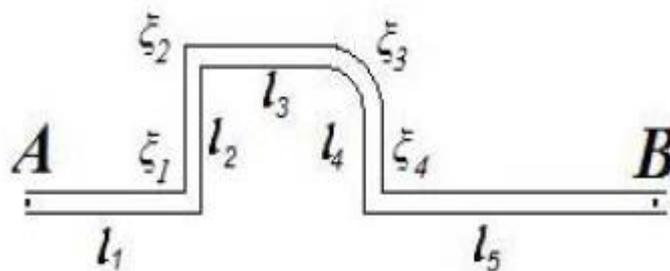

Рис. 2
**Задача 5.** Определить суммарные потери давления в трубопроводе (рис. 2) диаметром 20 мм на участке между точками А и В, если скорость потока жидкости  $u$ , суммарный коэффициент местных сопротивлений  $\zeta = \zeta_1 + \zeta_2 + \zeta_3 + \zeta_4$ , а общая протяжённость прямолинейных участков трубопровода  $l = l_1 + l_2 + l_3 + l_4$  (табл. 7). Плотность жидкости  $\rho_{ж} = 890$  кг/м3.